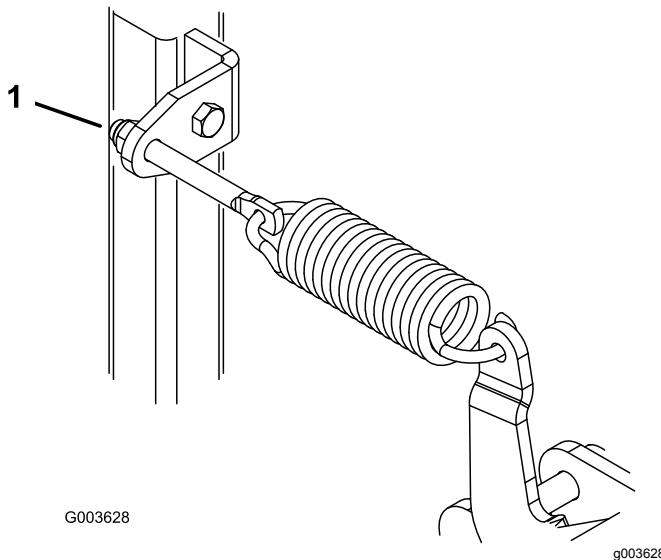

Figura 27
2. Ruotate i dadi di regolazione delle molle (Figura 27) in senso orario per sollevare la lama, in senso antiorario per abbassarla.